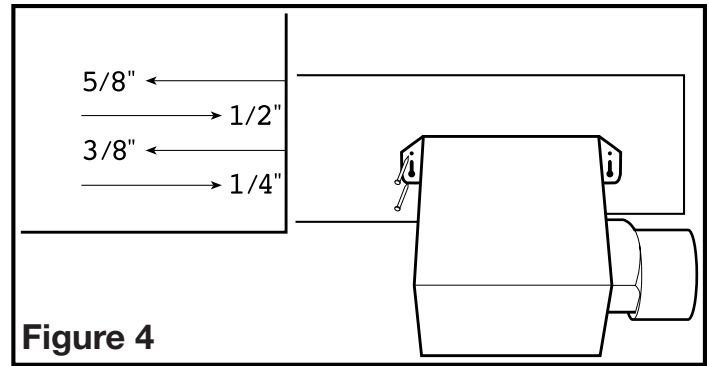
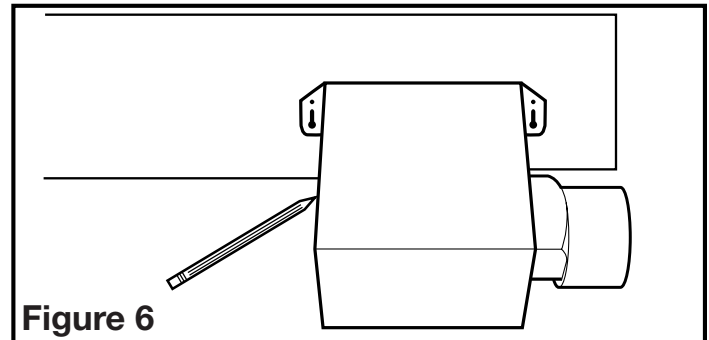

Figure 4
Figure 6
2. **Installation des Onglets de Montage :** à l'aide des guides sur le châssis du ventilateur, aligner le châssis pour qu'il soit à effleurement avec le plafond fini. Positionner le ventilateur pour que les onglets reposent à plat contre la solive et fixer en place à l'aide de quatre (4) clous (non-comprisés) pour assurer une bonne installation (**Figure 4**).
2. **Installation des Onglets de montage :** positionner le châssis contre la solive et tracer un contour du châssis sur le matériau du plafond (**Figure 6**). Mettre le châssis de côté et découper l'ouverture, en prenant soin de ne pas couper de câble électrique dissimulé ou autre utilité. Placer le châssis près de la solive et vous assurer qu'il soit à effleurement avec le plafond fini. Fixer avec quatre (4) clous (non-comprisés) pour assurer une installation adéquate (**Figure 4**).